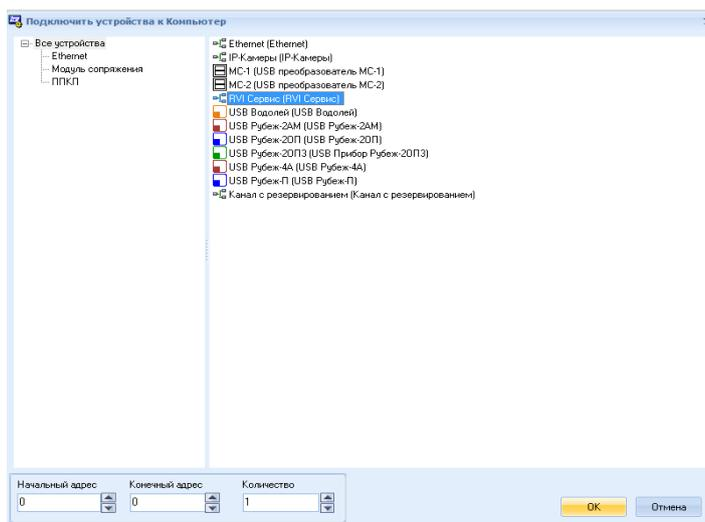

Рисунок 7.49 Окно подключения устройств
- 1) в древе устройств (вкладка **Планы**) к устройству компьютер подключить RVI сервис (Рисунок 7.49).